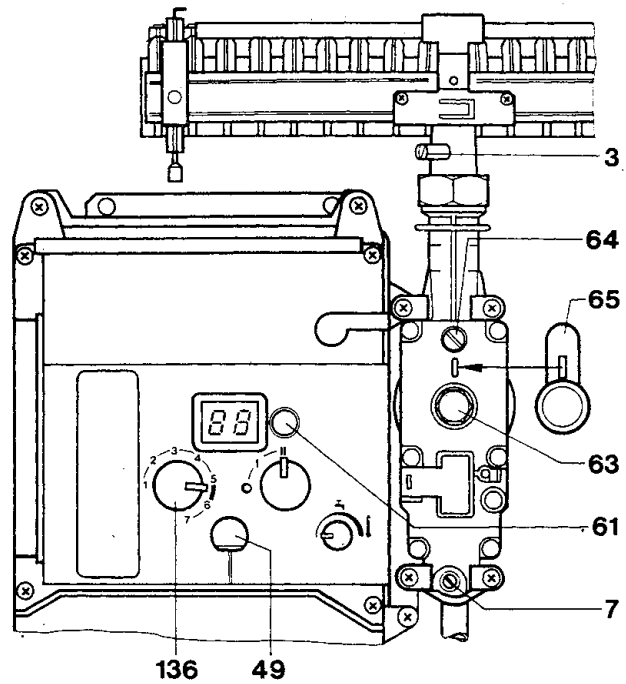

Bild 37 Gasarmatur CE 426, Erd- und Flüssiggas
1. Plombierte Abdeckkappe 65, Bild 37 und 38, über den beiden Gas-Einstellschrauben entfernen.